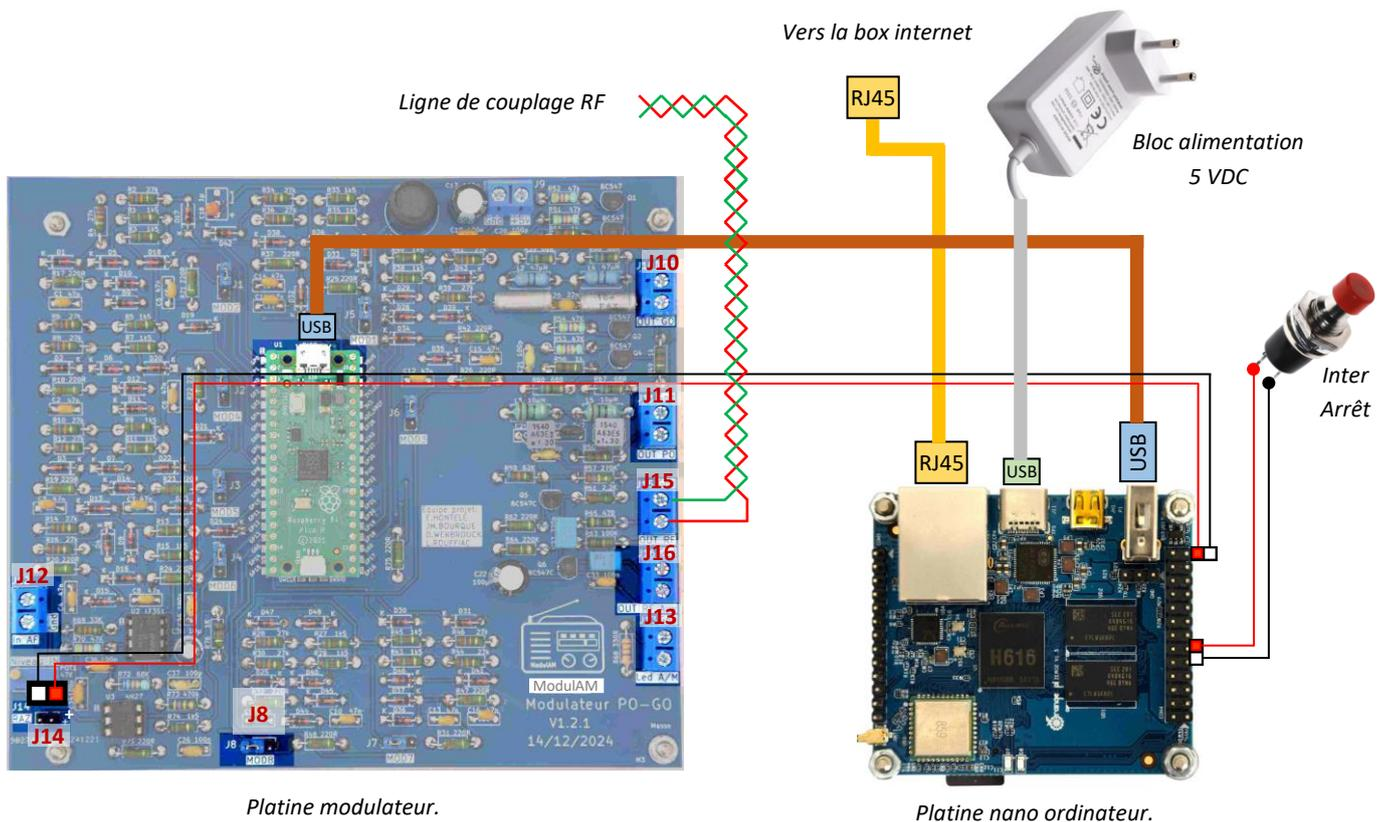

Figure IV-9 : raccordements à effectuer pour une première mise en service du **ModulAM**.
Cette étape consiste à assurer les liaisons entre les deux platines du **ModulAM** ainsi que le raccordement de la commande de RAZ, d'Arrêt et de la sortie vers la ligne de couplage, comme le montre la figure IV-9, ci-après.
Raccorder le bloc d'alimentation (item 4 de la nomenclature) directement sur le connecteur USB du module Orange Pi Zero2 (représenté par une liaison en gris sur le schéma de la figure IV-9).
Raccorder ce cordon comme indiqué sur la figure IV-9 (ce cordon est représenté en marron).
Raccorder le fil torsadé de la ligne de couplage aux deux extrémités dénudées et étamées, préparée précédemment, sur le bornier à visser **J15** de la platine modulateur en vissant le fil rouge sur la borne du bas du bornier et le fil noir sur la borne du haut repérée par la sérigraphie « Gnd », comme le montre la figure IV-9 (la ligne de couplage est représentée par deux fils rouge et vert torsadés).